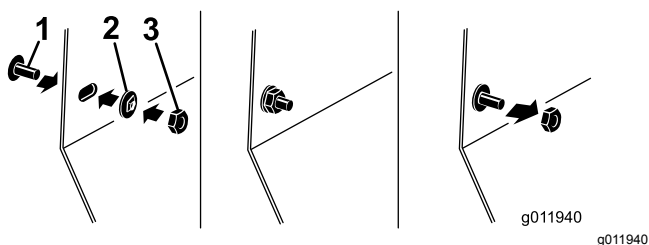

Figuur 2
6. Monteer de grendelbeugel op het frame; gebruik een slotbout (5/16" x 3/4") en een flensmoer (5/16") (Figuur 2).